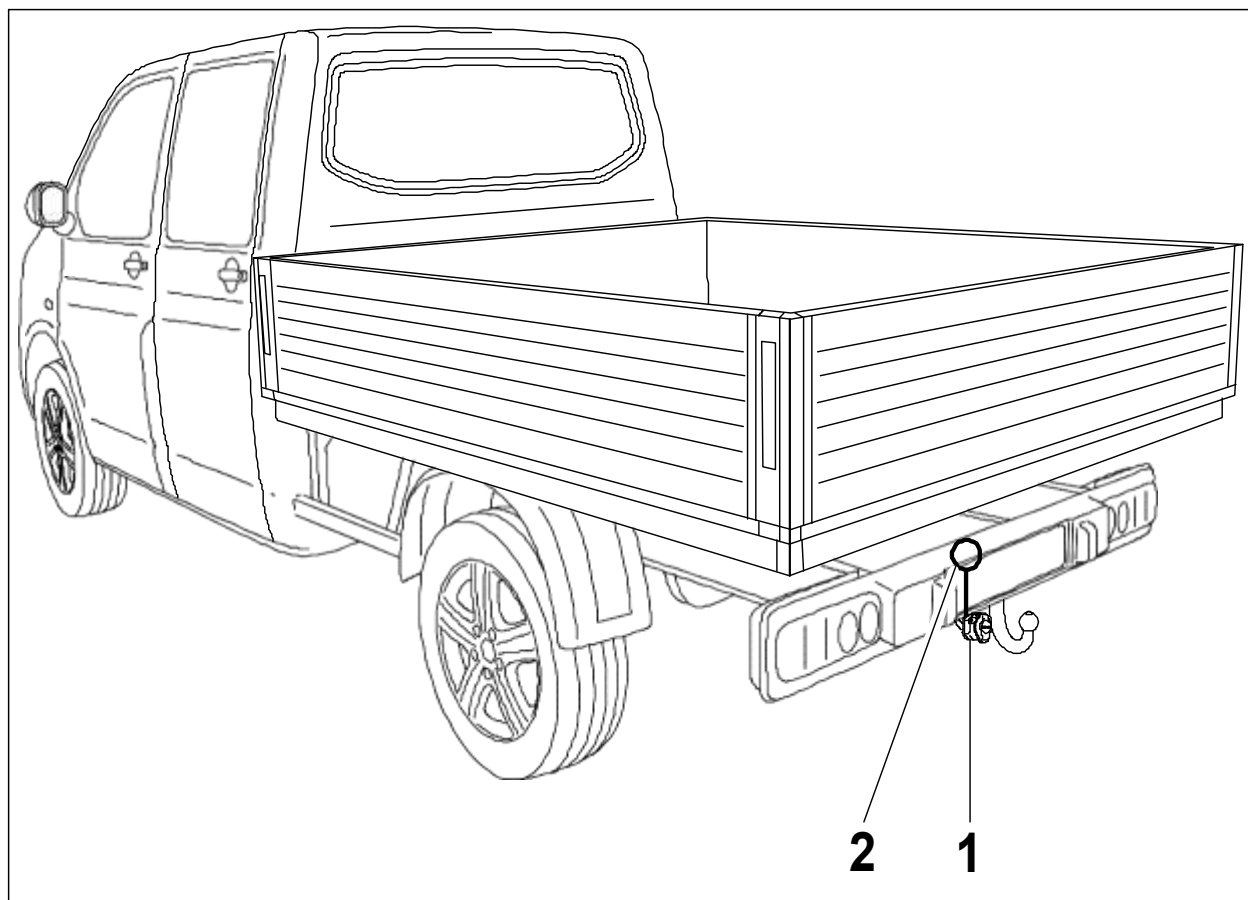

Рис. 1 Краткое описание мест установки
3. Провести корпус микропереключателя и контактную вставку через отверстие в держателе розетки (рис. 1/1).
6. Прикрепить розетку при помощи имеющихся в ней винтов к поперечине или держателю розетки (рис. 1/1); макс. момент затяжки 2,0 Нм.